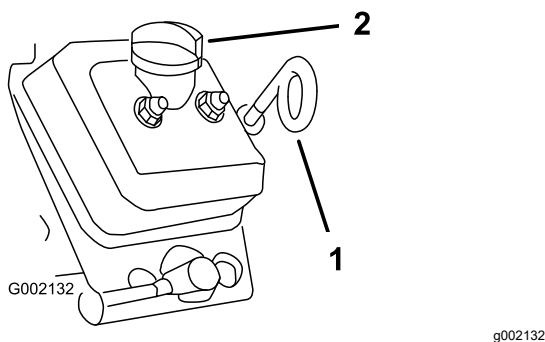

图 20
3. 用抹布清洁量油尺和加油颈盖图 20 周围的区域防止灰尘落入量油尺管道或加油颈并损坏发动机。
4. 取下量油尺并将端部擦拭干净图 20。
5. 将量油尺滑入量油尺管完全固定到位图 20。
8. 安装加油颈盖图 20。
9. 安装量油尺并固定到位图 20。